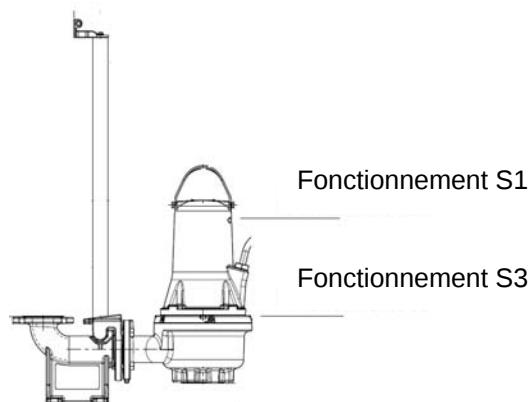

Fig. 2 Niveaux d'arrêt
- **Fonctionnement S1** (en continu). La pompe doit toujours être recouverte par le liquide pompé, jusqu'au dessus du moteur. Voir fig. 2.
- **Fonctionnement S3** (fonctionnement intermittent), le produit pompé doit recouvrir la pompe jusqu'à la partie supérieure du corps de la pompe. Voir Fig. 2.